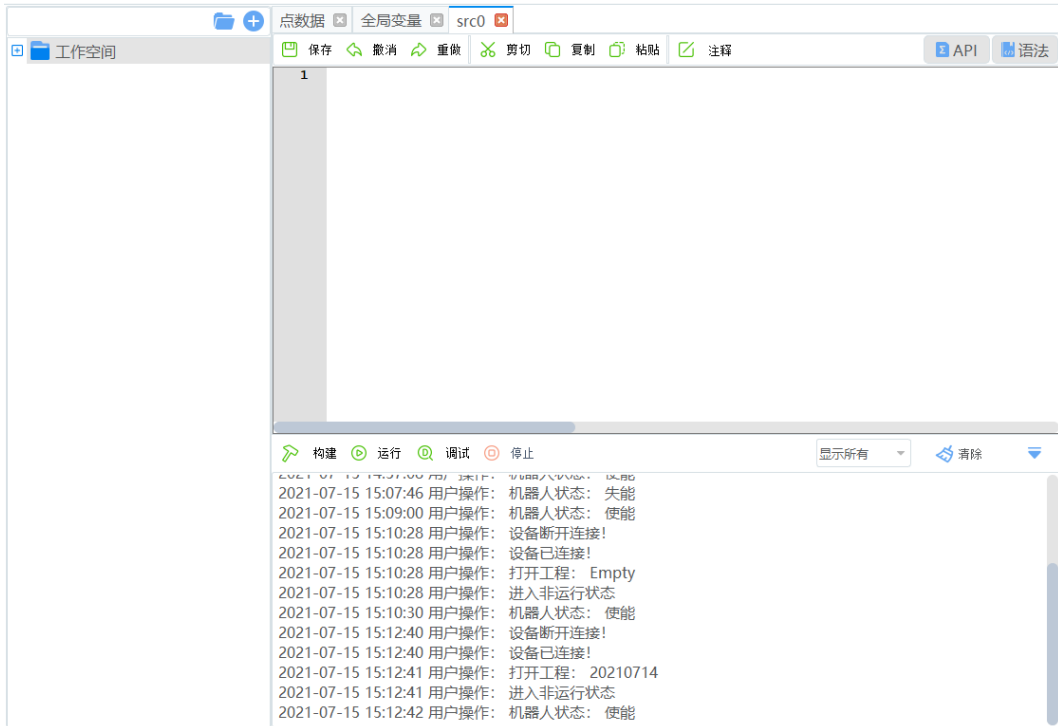

图 3.11 编程页面
**步骤 1** 单击  进入编程页面，如图 3.11所示。